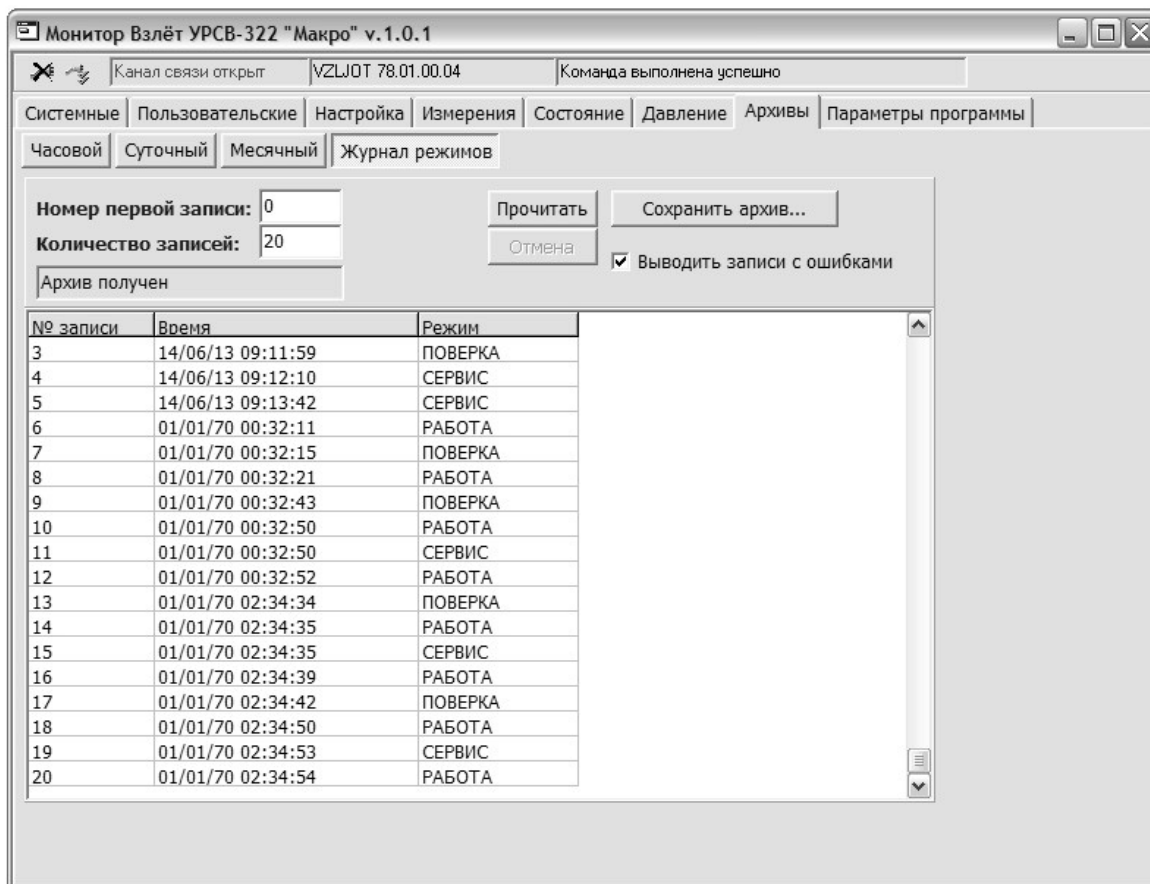

Рис.15. Окно вкладок «Архивы / Журнал режимов».
3.1.12. Для перехода к окну архивных данных щелкнуть мышкой на вкладке **Архивы**. На дисплее ПК отобразится окно, возможный вид которого показан на рис.15.